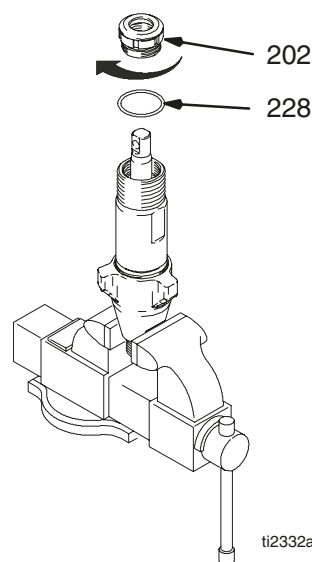

Fig. 20
Fig. 20. Serrez le joint et l'écrou du presse-étoupe (202) sur l'entretoise de réglage du presse-étoupe (228) à 11,3 +/- 1,1 N-m (100 +/- 10 po-lb) ; 8,5 +/- 0,6 N-m (75 +/- 5 po-lb) pour 246257 ou 15,8 +/- 1,1 N-m (140 +/- 10 po-lb) pour 287814, 287815.